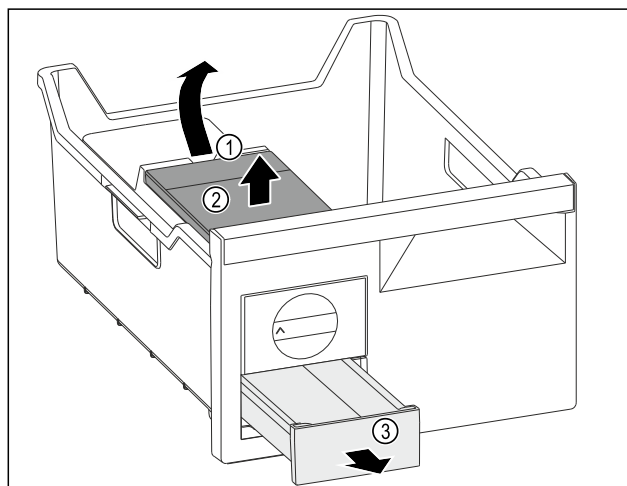

Fig. 120
- ▶ Вийняти бак для води: підняти бак для води за заглиблення Fig. 120 (1).
- ▶ Вийняти бак для води Fig. 120 (2) рухом вгору.
- ▶ Вийняти висувний ящик для кубиків льоду Fig. 120 (3) рухом вперед.